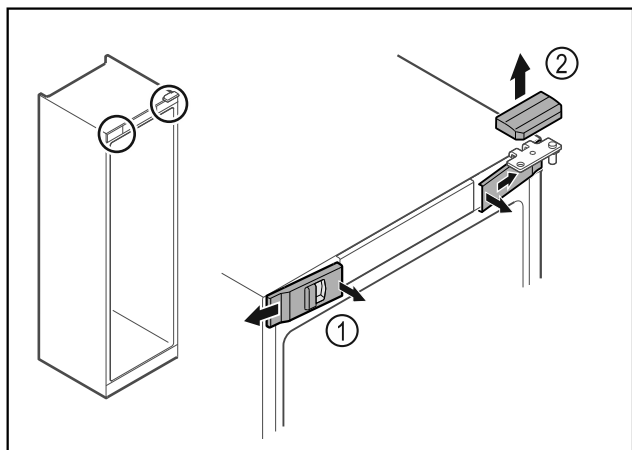

Fig. 16
- ▶ Izvadite prednje poklopce Fig. 16 (1) iznutra i skinite ih na stranu.
- ▶ Skinite gornji poklopac Fig. 16 (2) prema gore.